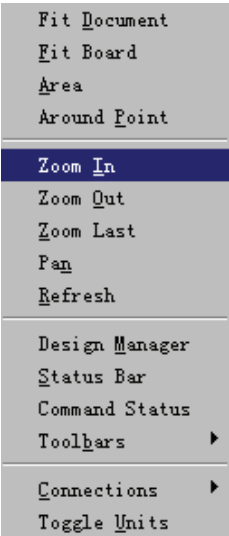

图 5-39 “View” 菜单
- 1) 放大，单击主工具栏的按钮或选择“View”→“Zoom In”命令，如图 5-39 所示。
- 2) 缩小，单击主工具栏的按钮或选择图 5-39 中“View”菜单